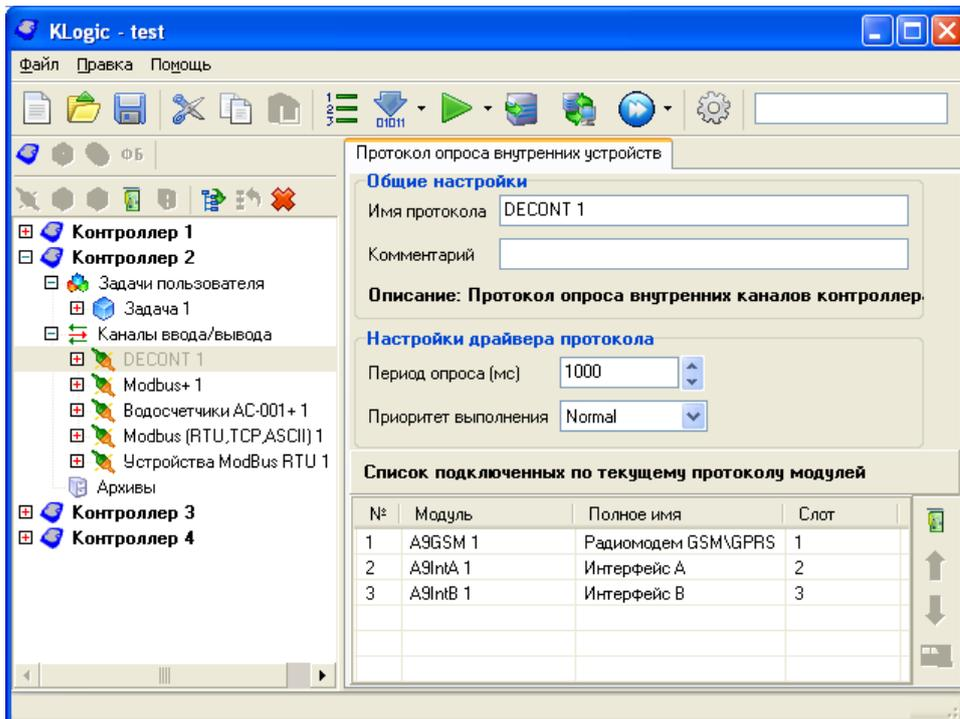

Рисунок 48 - Панель настройки объекта Протокол опроса внутренних модулей
*Протокол опроса внутренних модулей может присутствовать в контроллере только в единственном экземпляре. С помощью данного типа протокола описывается, какие модули ввода-вывода, или имеющиеся "на борту" сигналы будут опрашиваться исполнительной системой. Примеры таких протоколов - Протокол МФК (рисунок 48), ТКМ-410. В большинстве случаев драйвер такого протокола имеет две настройки - период работы задачи опроса модулей и ее приоритет выполнения.*